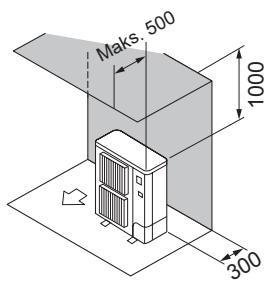

Fig. 2-8
- ② Yanlızca arkadaki ve üstteki engeller (Fig. 2-8)